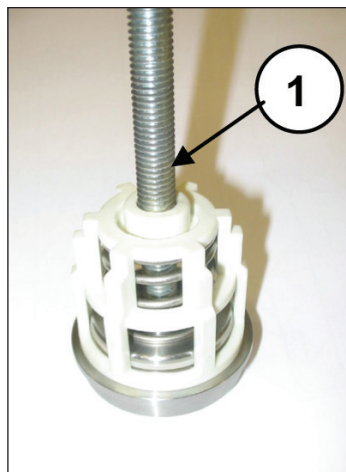

Fig. 37
- Démontez les ensembles soupape d'aspiration et soupape de refoulement en vissant une vis M10 suffisamment longue de manière à pouvoir agir sur la coupelle de soupape et à extraire le guide de soupape de son siège (Fig. 37, rep. ①).